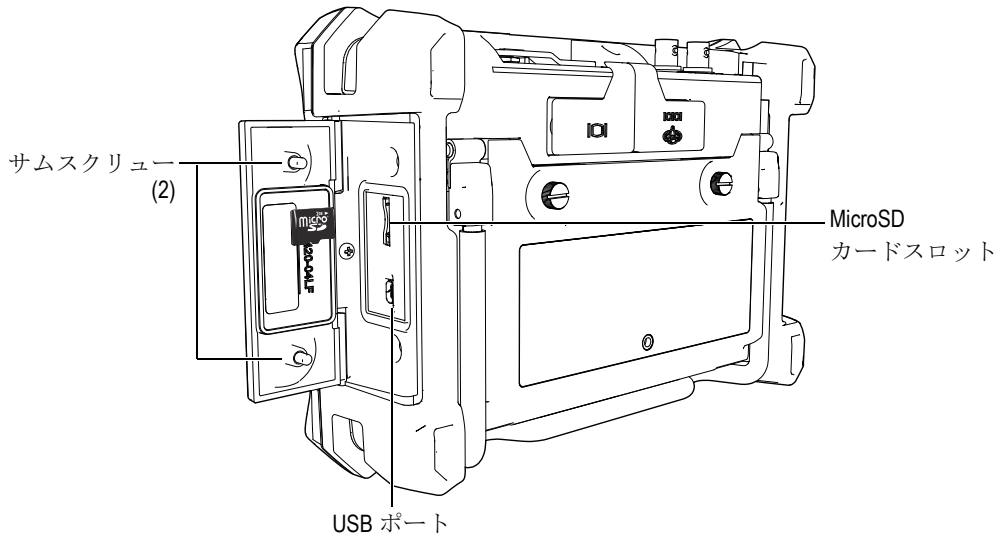

図 1-12 側面ドア
2. 2 本のサムスクリューを緩めて、EPOCH 600 の側面にあるドアを開きます (35 ページ図 1-12 参照)。
4. カチッという音がするまで、カードを MicroSD スロットに注意深く差し込みます (35 ページ図 1-12 参照)。